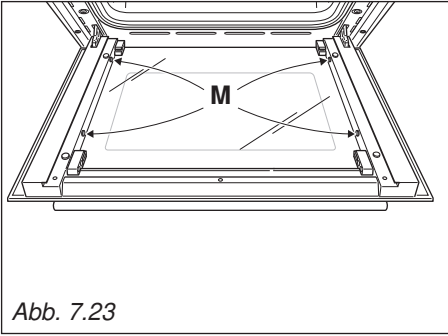

Abb. 7.23
- Achten Sie auf die korrekte Position der vier Abstandshalter aus Gummi ("M" in Abb. 7.23).